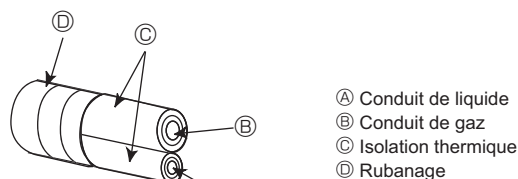
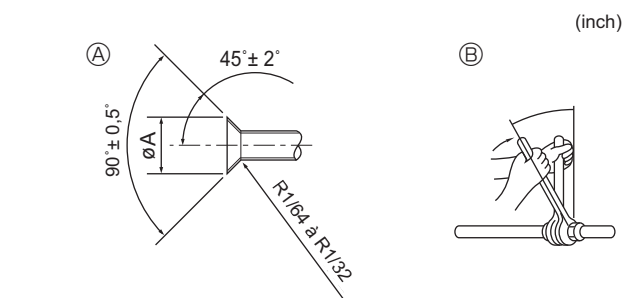

Fig. 4-1
Fig. 4-2
A (Fig. 4-1)
B (Fig. 4-1)
4.2. Connexion des tuyaux (Fig. 4-1) (Fig. 4-2)
En cas d'utilisation de tuyaux en cuivre disponibles sur le marché, isoler séparément les tuyaux de liquide et de gaz avec un matériau isolant vendu dans le commerce (résistant à une température de 100 °C, 212 °F ou plus, et d'une épaisseur de 12 mm, 1/2 inch ou plus). (Fig. 4-1)
[Fig. 4-2]